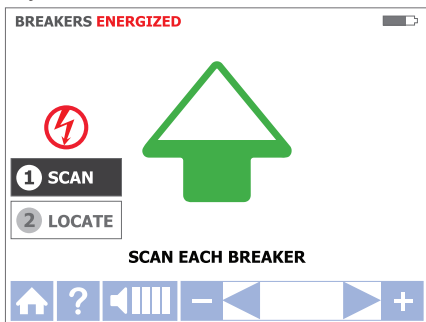

Figure 3.4b
3. **Étape 1 - ① BALAYAGE :**
- a. L'appareil démarre automatiquement en mode ① **BALAYAGE** comme indiqué en Figure 3.4b.